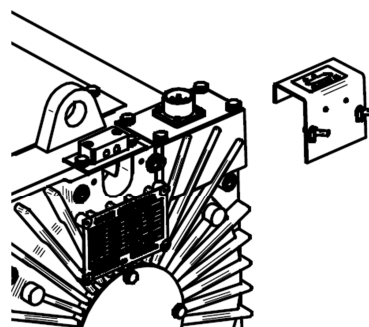

图 18 取下盘车开关插件
2. 拧掉链接螺栓，取出盘车开关插件，露出盘车座滑套孔（见 P9 图 18）。